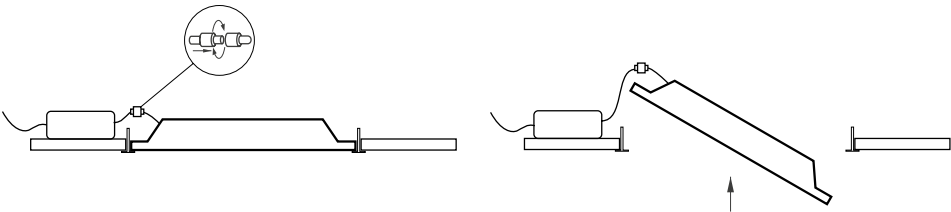

Рис. 2. Установка и подключение светильника
- 3.5. Установите светильник и блок питания в ячейку T-образного профиля для потолка «Армстронг», как показано на рис. 2.